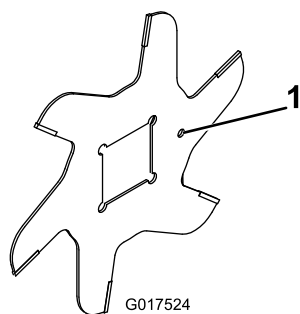

図 16
1. ブレードを組み付ける 図 16。
4. 次のブレードを右に 1/6 回転ずらして、つまり、合い印が面一枚分右にずれるようにして、取り付ける 図 16。